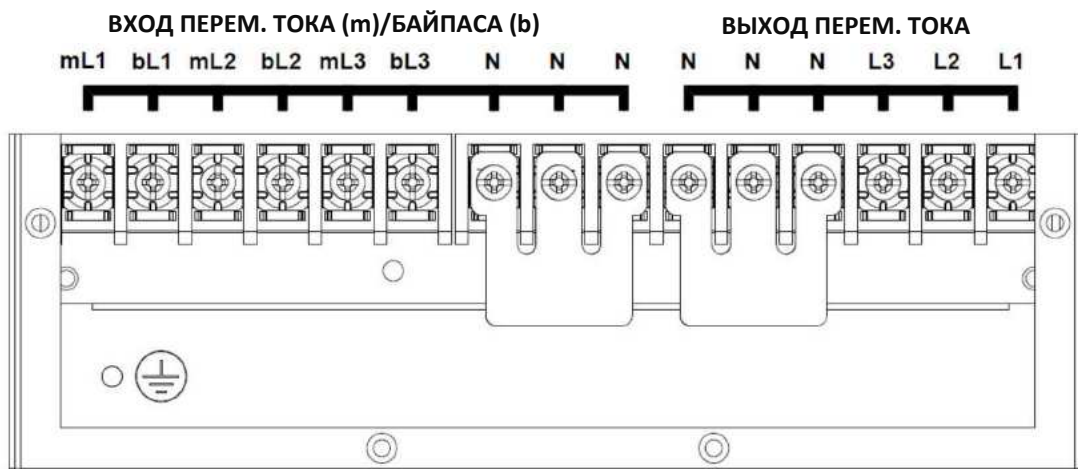

Рис. 6-12. Установка шины БРП для конфигурации с трехфазным выходом и входом от двух источников питания
1. Установите шины в соответствии с *рис. 6-12*.